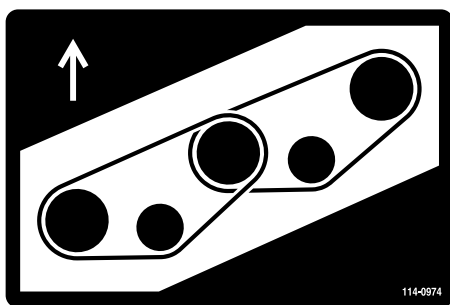
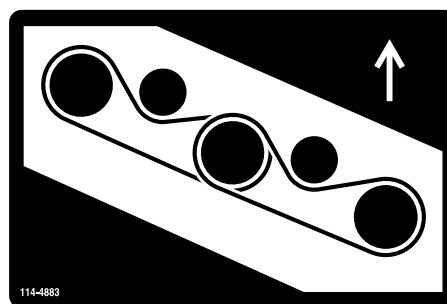

Рисунок 85
Рисунок 86
7. Обведите новый ремень вокруг шкивов шпинделей и узла натяжного шкива (Рисунок 85 и Рисунок 86).